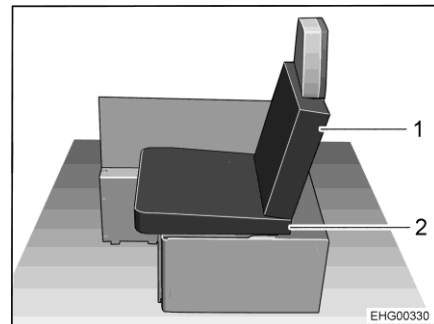

Fig. 35 Dopo la trasformazione
- Collocare uno dei cuscini del divano sinistro come cuscino (Fig. 35,2) sulla cassapanca. Prestare attenzione alla forma a cuneo del cuscino: il cuscino deve essere inclinato leggermente verso lo schienale (vedere Fig. 35).
- Collocare uno dei cuscini aggiuntivi come cuscino dello schienale (Fig. 35,1) sullo schienale del sedile installabile.